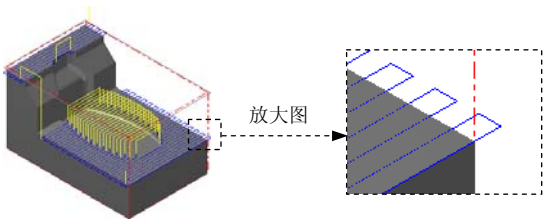

图 3.20 刀具路径
(1) 设置曲面参数。在“曲面精加工平行铣削”对话框中单击**曲面参数**选项卡，在**干涉面预增量**文本框中输入 5.0。
(2) 设置精加工平行铣削参数。在“曲面精加工平行铣削”对话框中单击**精加工平行铣削参数**选项卡，然后在**大切屑间距 (M)**文本框中输入值 5.0，在**加工角度**文本框中输入 90.0。
(3) 单击**间隙设置 (G)...**按钮，在系统弹出“刀具路径的间隙设置”对话框中选中**✓ 刀具沿着切削范围的边界移动**复选框，在**切线的长度**文本框中输入 6.0。单击**✓**按钮，系统返回至“曲面精加工平行铣削”对话框。
Step6. 单击“曲面精加工平行铣削”对话框中的**✓**按钮，同时在图形区生成图 3.20 所示的刀具路径。